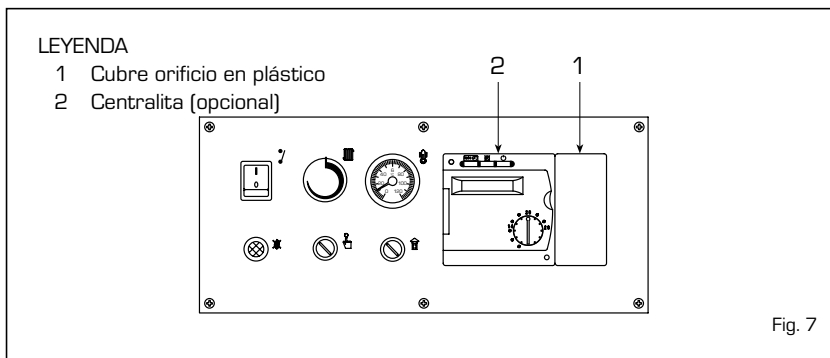

Fig. 7
Todas las funciones de la caldera pueden ser controladas desde la centralita opcional cod. 80963.03, suministrada con sonda de temperatura exterior (SE) y sonda de inmersión caldera (SC) (fig. 7). La centralita prevé la conexión de una ulterior serie de conectores de baja tensión para la conexión de las sondas y de la unidad ambiente (los conectores se encuentran en una bolsa en el interior del cuadro de mandos). El bulbo de la sonda del acumulador (SS), opcional cod. 6277110, debe ser introducido en la vaina del acumulador y la sonda de la caldera (SC) en la vaina de la caldera. Para el montaje de la sonda de temperatura externa (SE) seguir las instrucciones que se encuentran en el mismo embalaje. Para efectuar la conexión eléctrica ver el esquema de la fig. 6.